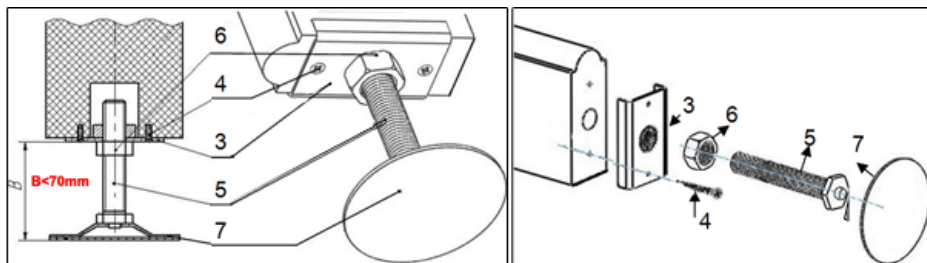

Рисунок 3
4.2.5. Установить подпятники (№3) на нижние части стоек (№1) и закрепить саморезами (№4). Вкрутить в каждый подпятник (№3) болт-домкрат (№5) с фиксирующей гайкой (№6) (рисунок 3).
4.2.7. Выворачивая винты домкратные (№5) (не более 7мм!!!) закрепить Комплекс между полом и потолком. Для обеспечения вертикальности использовать отвес. Закрепить положение винтового домкрата фиксирующей гайкой (№6) (рисунок 3).